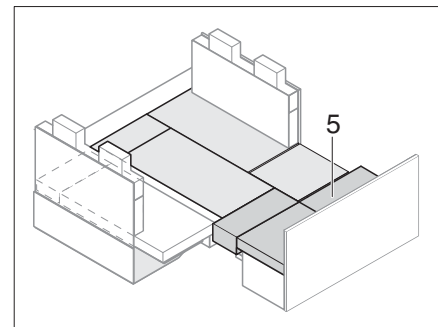

Fig. 200 Après l'agrandissement
- Insérer le coussin supplémentaire (Fig. 200,5).